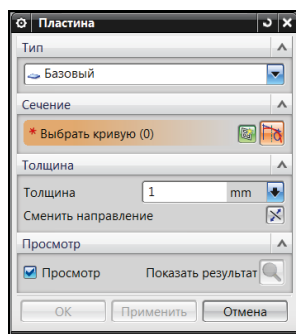

Рис. 1.9. Окно диалога
2. Сформируйте базовый элемент **Пластина**, который будет основой для последующих построений. В ленточной панели **Листовой металл** нажмите кнопку (рис. 1.9).